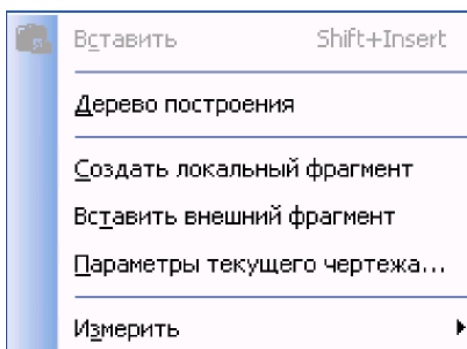

Рис. 1.12. - Диалоговое окно **Параметры**
- 1) на рабочем поле чертежа щелкните правой кнопкой мыши и из появившегося меню (рис. 1.12) выберите пункт **Параметры текущего чертежа**;